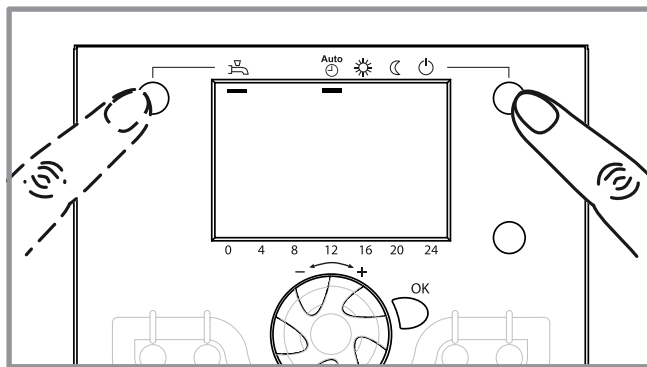

fig. 49 - Sélection du régime de chauffe AUTO et puis du régime ECS (eau chaude sanitaire)
- Sélectionner le régime de chauffe "AUTO" (fig. 49).
- Si l'installation est équipée d'un ballon sanitaire, Sélectionner le régime "ECS" (fig. 49).